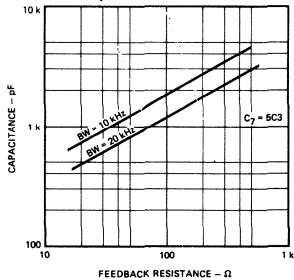

Fig. 6
*C3, C7 See Fig. 6
*C3, C7 see Fig. 6.